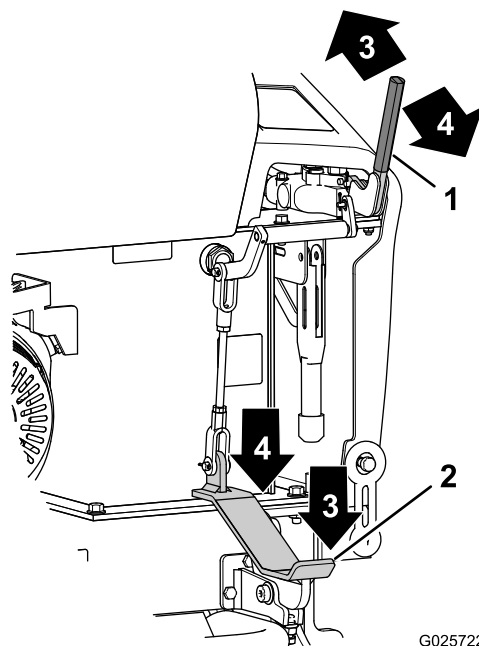

Figura 6
2. Voltee la tolva empujando hacia adelante la palanca de volteo o pisando la parte delantera del pedal de volteo (Figura 6).
3. Mueva la tolva a la posición vertical tirando hacia atrás de la palanca de volteo o pisando la parte trasera del pedal de volteo (Figura 6).